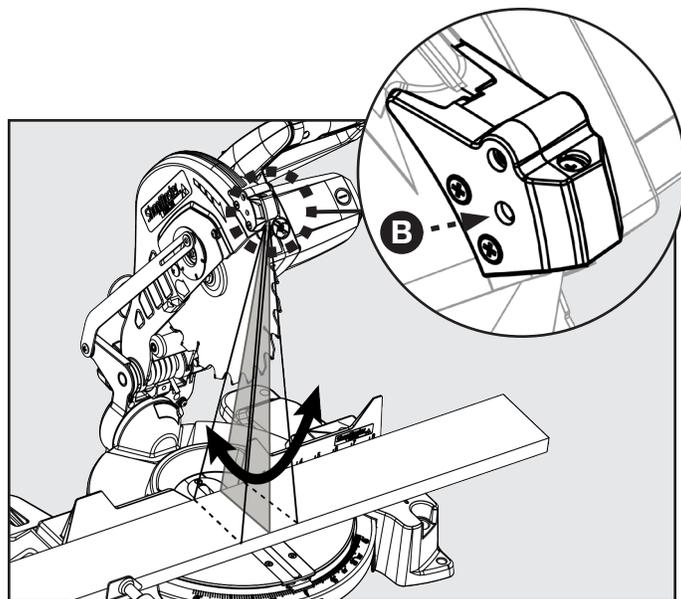

FIGURE 23
Consultez la figure 23 et suivez les instructions suivantes si vous remarquez que la ligne du laser ne demeure pas parallèle avec la lame lorsque la tête de la scie est baissée pour effectuer une coupe : tournez la vis (B) avec un tournevis à tête cruciforme pour ajuster l'angle vertical du laser.